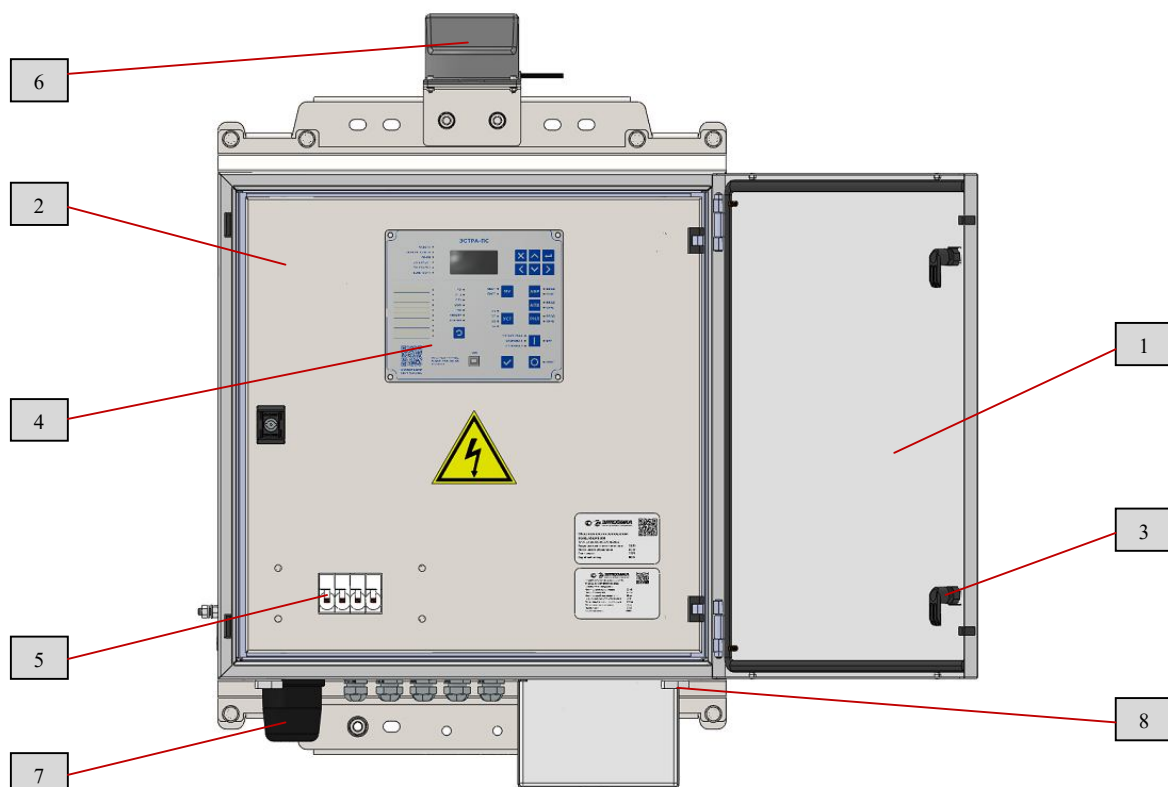

Рис. 5 Шкаф управления (с открытой внешней дверцей)
Шкаф управления предназначен для автоматического или ручного управления реклоузером. Шкаф управления выполнен в металлическом корпусе, который окрашен порошковой краской. Внешний вид шкафа управления с открытой внешней дверцей показан на рис. 5. Шкаф управления имеет две дверцы, внешнюю (1) и внутреннюю (2). На внешней дверце имеются два запорных устройства (3) на одном из которых для предотвращения несанкционированного доступа предусмотрена возможность установки навесного замка. На внутренней дверце установлены блок релейной защиты (4); автоматические выключатели (5). Сверху шкафа на кронштейне крепится антенна GSM (6), снизу антенна Bluetooth (7), а также расположены дренажные фильтры (8).